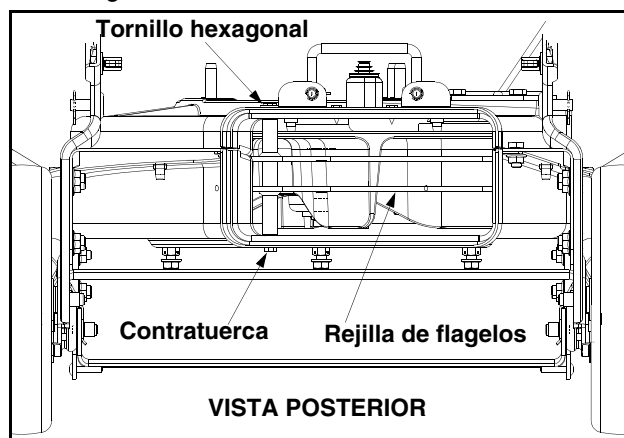

Figura 14
- Ver tener acceso a la rejilla de trituración, retirar el recolector o el tubo de soplado de la máquina como se indica en la sección OPERACION. Ver la Figura 14.
- Retirar el tornillo hexagonal ubicados encima de la carcasa trasera cerca de la escuadra de montaje y la contratuerca que sujeta la rejilla de flagelos. Ver las Figura 14.
- Quitar la contratuerca que sujeta la rejilla de trituración a la carcasa inferior. No es necesario retirar la rejilla. Ver las Figura 14.